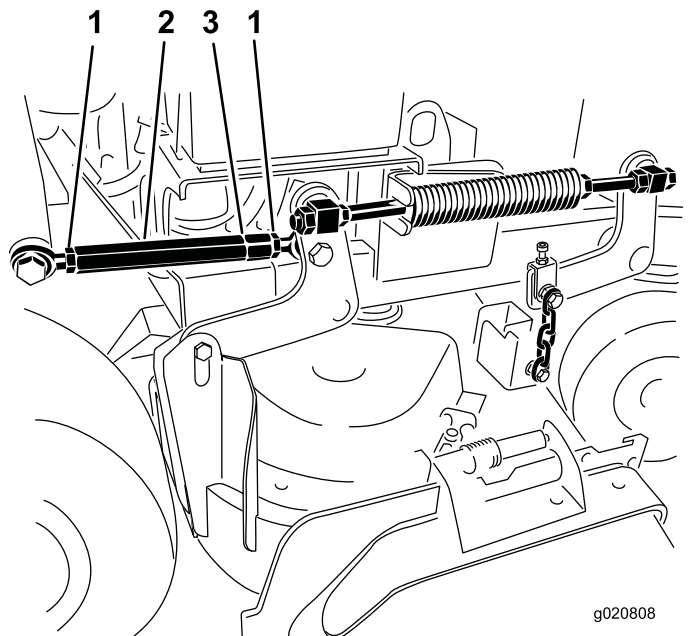

Figura 86
- Desaperte as porcas de bloqueio que estão em ambas as extremidades do tensor (Figura 86).
Nota: A extremidade do tensor com a ranhura maquinada tem rosca esquerda (Figura 86).